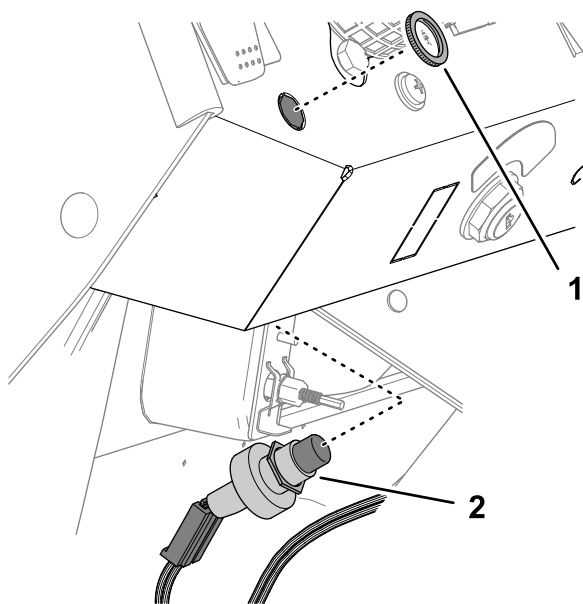

Figura 9
5. Inserite l'interruttore attraverso il foro partendo dal fondo del pannello (Figura 9).
6. Se necessario, regolate il controdado in modo da esporre una quantità di filettature dell'interruttore dell'avvisatore acustico sufficiente a montare il dado godronato (Figura 9).
7. Fissate l'interruttore dell'avvisatore acustico sul cruscotto con il dado godronato (Figura 9).